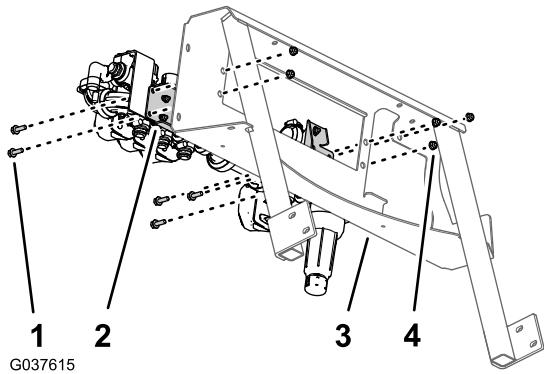

图48
1. 将阀支架和打药车阀门总成上的孔与阀门安装架上的孔对齐 图48 和 图49。
2. 使用 5 个凸缘头螺栓5/16 x 1 英寸和 5 个凸缘锁紧螺母5/16 英寸将阀支架安装到阀门安装架上 图48 和 图49。